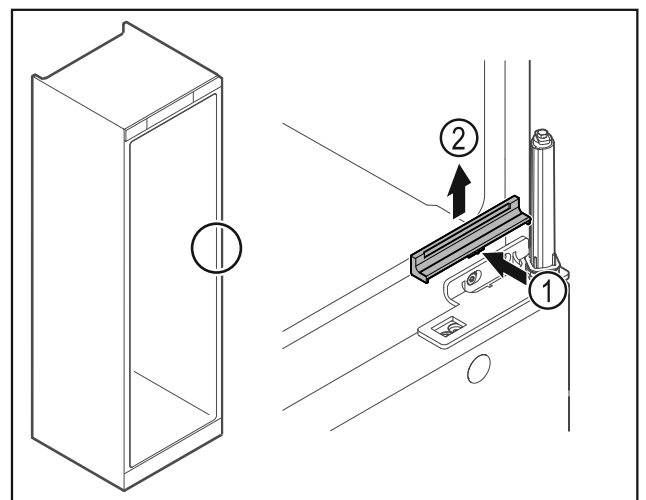

Fig. 21
- ▶ Abdeckung Fig. 21 (1) in der Mitte leicht eindrücken und nach oben abnehmen Fig. 21 (2).